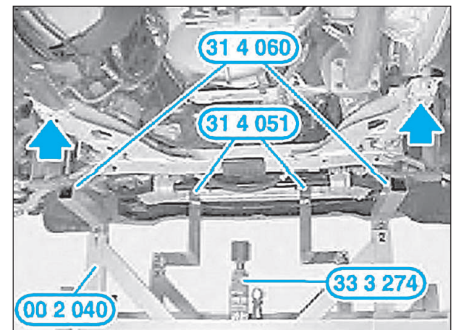

FIG. 13
- Poser l'outil 00 2 040 sur le cric d'atelier (Fig.13).